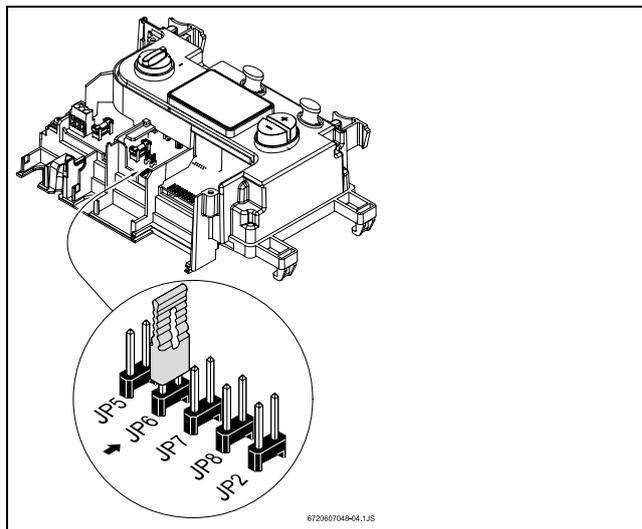

Fig. 19 Posizione morsetti e ponticello
- ▶ Per impostare il tipo di combustibile utilizzato fare riferimento alla tabella 7 ed alla Fig. 19. Inserire il ponticello nei morsetti JP6 per un funzionamento con metano e Aria Propanata, togliere il ponticello dai morsetti JP6 per un funzionamento a GPL.